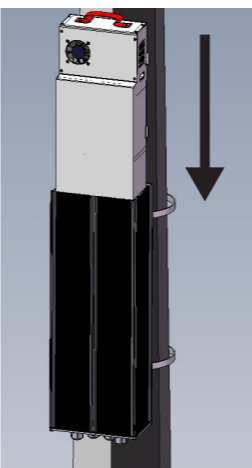
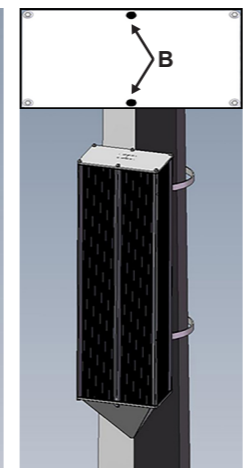

FIGURE 8.
FIGURE 9.
- b - Per montaggio del carter SUN SHIELD: serrare solo le 2 viti mostrate in nero (Figure 8 - B) e posizionare il SUN SHIELD (Figure 9). Bloccare le viti serrate.
- b - If mounting a SUN SHIELD: only tighten the 2 screws in black (Figure 8 - B) and position the SUN SHIELD (Figure 9). Lock the untightened screws.